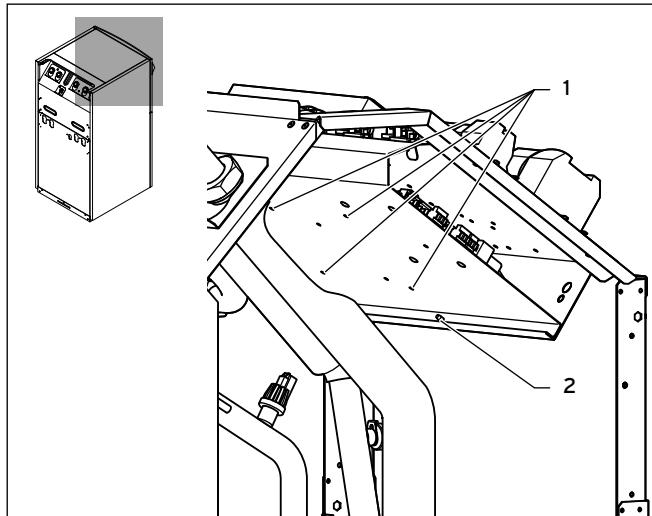

Fig. 4.4 Montering av festemellomstykkene geoTHERM VWS/VWW/VWL-S ..1 og VWS ..4
- Koble pluggen på faseovervåkingskabelen for kompressoren (9) til dobbelpluggen på faseovervåkingskabelen for ASB (8).
- Fest ledningsholderen (10) et passende sted nederst i bryterboksen for å sikre faseovervåkingskabelen.
- Fell opp det nedre kablingsskapnivået igjen, og skru inn skruen (→ fig. 4.4, nr. 2).
- Koble den hvite inngangsledningen (7) til de tre koblingsklemmene til høyre (11).
- Koble den svarte utgangsledningen (6) til de tre koblingsklemmene til venstre (12).
- Sett trippelpluggen på faseovervåkingskabelen ASB (2) inn i kontakten for fasefølgeovervåkingen av kompressoren.